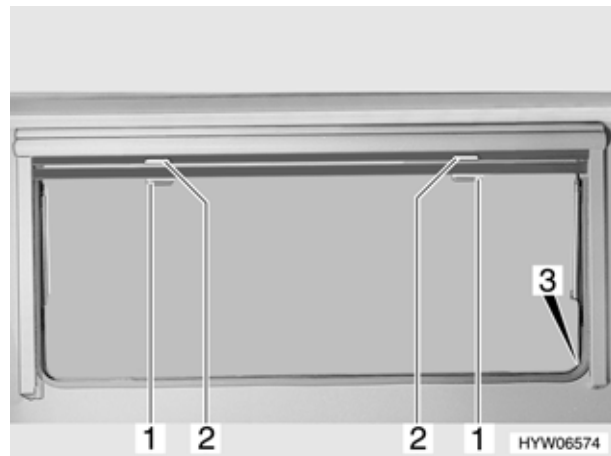

Fig. 48 Finestra apribile (variante 1)
- Tirare verso il basso l'oscurante a rullo accompagnandolo con la maniglia (Fig. 48,2). Quando si chiude completamente l'oscurante a rullo esso va agganciato da entrambi i lati del telaio della finestra nell'apposito elemento di fissaggio (Fig. 48,3).
- Quando l'oscurante a rullo è completamente chiuso: spingere la maniglia (Fig. 48,2) verso il basso ribaltandola leggermente in avanti. Sganciare l'oscurante a rullo dagli elementi di fissaggio a destra e a sinistra del telaio della finestra.
- Tirare la maniglia (Fig. 48,1) della zanzariera a rullo verso il basso e agganciarla all'elemento di fissaggio (Fig. 48,3) su entrambi i lati del telaio della finestra.
- Spingere la maniglia (Fig. 48,1) verso il basso ribaltandola leggermente in avanti. Sganciare la zanzariera a rullo dagli elementi di fissaggio a destra e a sinistra del telaio della finestra.